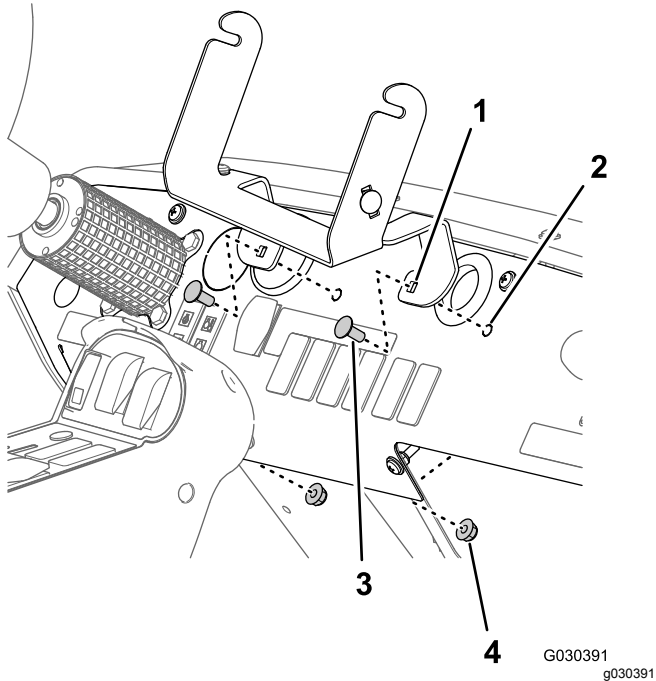

图 7
- 拧下将支撑托架固定至仪表板的 2 个托架螺栓 5/16 x 3/4 英寸和 2 个凸缘锁紧螺母 5/16 英寸然后从机器上取下支撑托架图 7。